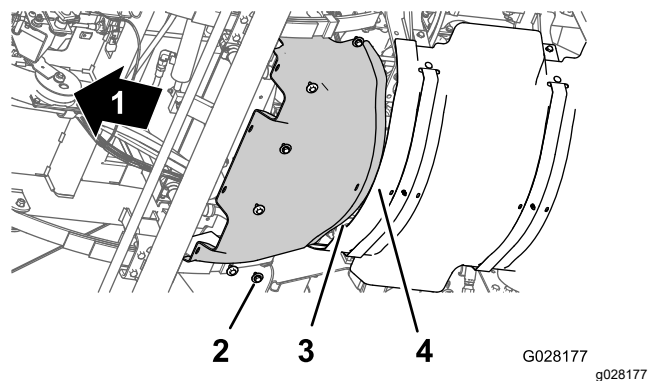

Figura 63
1. Alinee la brida trasera del protector térmico delantero sobre la brida delantera del protector térmico trasero (Figura 63).
2. Alinee los taladros del protector térmico delantero con los taladros roscados del chasis (Figura 63).
3. Monte el protector térmico delantero en la máquina con los seis pernos de cabeza hexagonal y las seis arandelas (Figura 63) que retiró en el paso 3 de Retirada del protector térmico delantero \(página 55\).